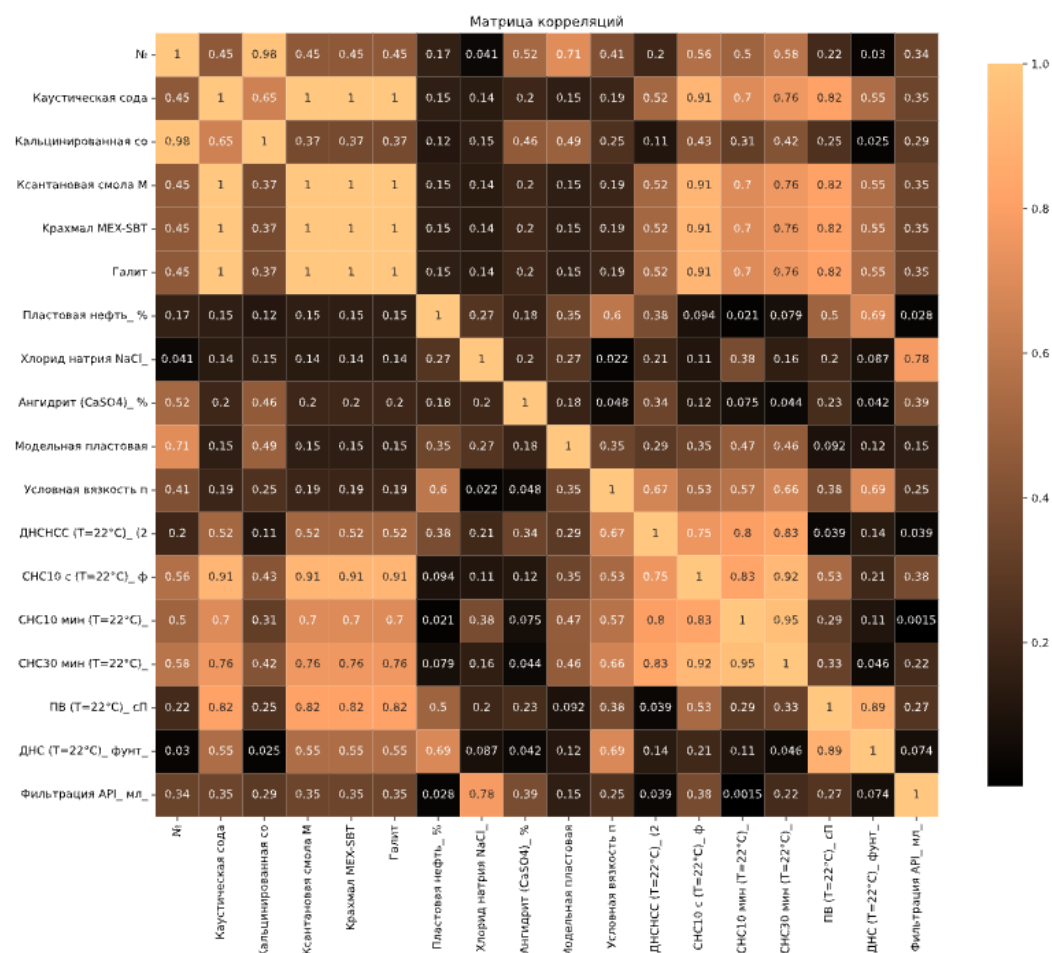

Рисунок 4 – Пример построенной матрицы корреляций
- 8) Формирование и отображение матрицы корреляций (во всплывающем окне) – рисунок 4.